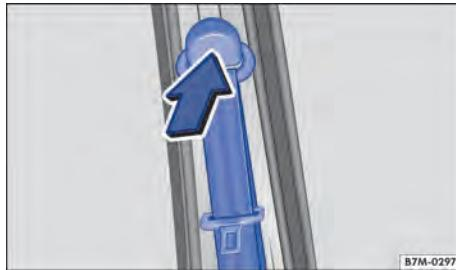

Fig. 32 Ao lado dos bancos dianteiros: regulagem de altura do cinto de segurança.
- Pressionar e segurar o dispositivo regulador no sentido da seta → **Fig. 32**.